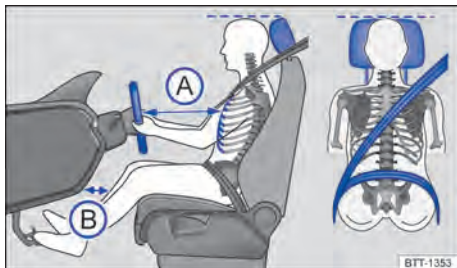

Fig. 25 Distância correta do condutor em relação ao volante, posição correta do cinto de segurança e ajuste correto do apoio para cabeça.
- Ajustar o banco de modo que a distância entre o volante e o tórax tenha no mínimo 25 cm → Fig. 25 (A) e que o condutor possa segurar o volante pela borda externa com as duas mãos e os braços ligeiramente flexionados.
- Ajustar o banco do condutor na direção longitudinal de modo que os pedais possam ser acionados com as pernas ligeiramente arqueadas e a distância para o painel de instrumentos na área do joelho seja de, no mínimo, 10 cm → Fig. 25 (B).
- Ajustar o apoio para cabeça de modo que a sua borda superior se encontre preferencialmente na mesma linha da parte superior da cabeça → Fig. 25 – porém não abaixo da altura dos olhos. Posicionar a parte posterior da cabeça o mais perto possível do apoio para cabeça.